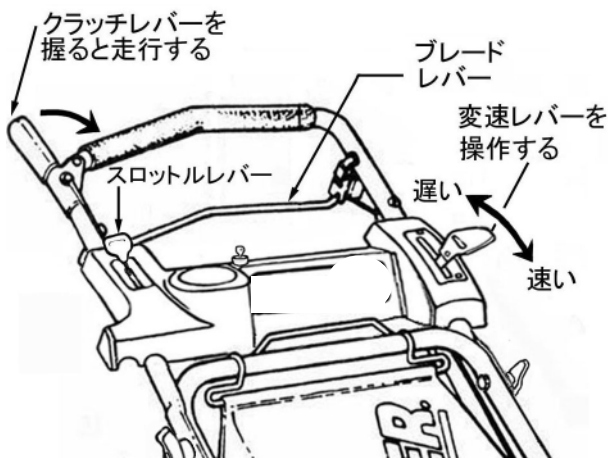

図 4-5
エンジンを止める時はブレードレバーを放します。(図 4-5)
② 走行
2. クラッチレバーを握ると芝刈機は前進します。クラッチレバーを放すと、芝刈機の前進が止まります。芝刈機は走行中いつでも変速できます。下り坂の時は低速にセットし、エンジンブレーキを使用します。(図 4-5)